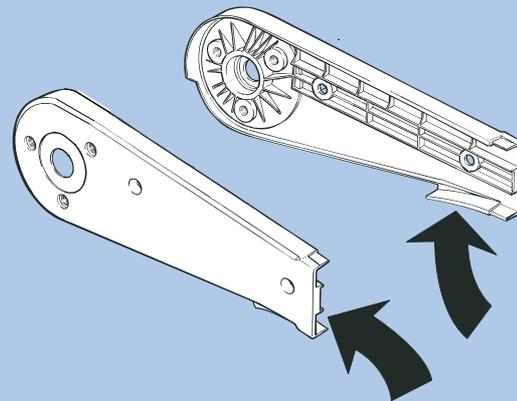

Abbildung 2. In die Enden integrierte Kettenführungen
- In die Enden der Antriebseinheit integrierte Führungen (Abbildung 2).